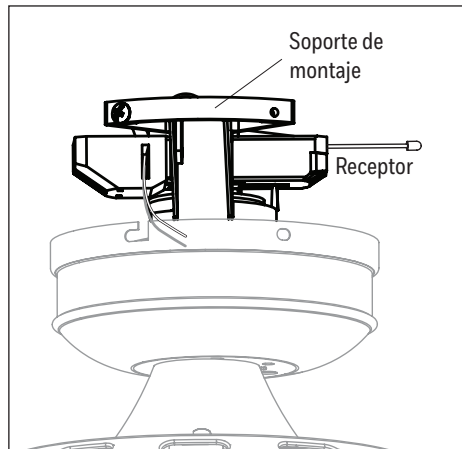

Figura 3.5
5. Inserte el receptor, primero la antena, en el soporte de montaje con el lado plano hacia el techo. **Nota:** el receptor se apoyará directamente sobre la parte superior de la varilla (Figura 3.5).